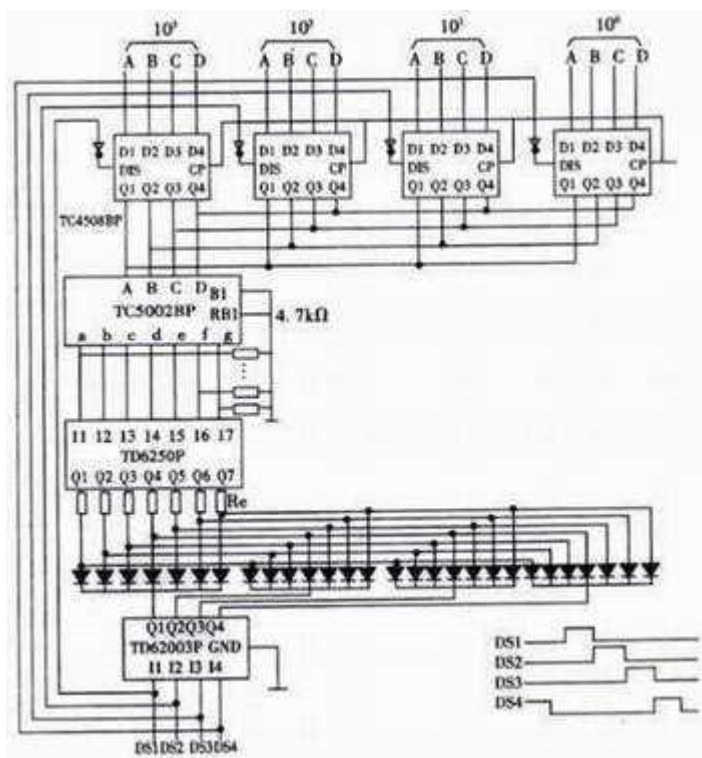

图 17
② 动态驱动：动态驱动是将所有数码管使用一个专门的译码驱动器，使各位数码管逐个轮流受控显示，这就是动态驱动。由于扫描速度极快。显示效果与静态驱动相同。图 17 是一种四位数字动态驱动（脉搏冲驱动）方法的线路。图中只用了一个译码驱动电路 TC5002BP。